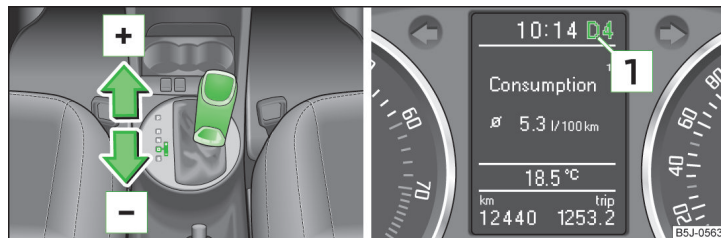

Fig. 109 Selectorul de viteze / Afișaj MAXI DOT treapta de viteză selectată
Treapta de viteză actual selectată se afișează pe afișajul  » fig. 109.
► Împingeți ușor maneta selectorului de viteze spre în față  » fig. 109.
► Împingeți ușor maneta selectorului de viteze spre înapoi  » fig. 109.